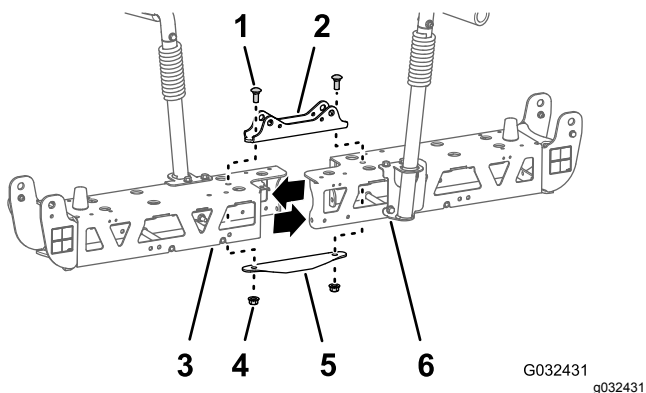

Рисунок 75
2. Удалите два каретных болта (1/2 x 1-1/4 дюйма) и две контргайки (1/2 дюйма), которые крепят узкое крепление цилиндра, левую и правую ферменные рамы и узкую соединительную пластину (Рисунок 75).